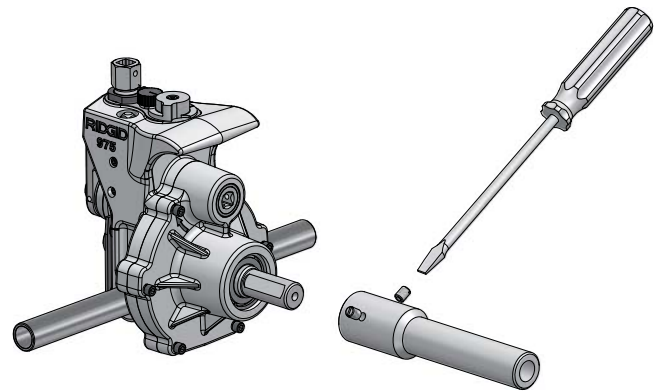

Figure 4 – Montage de l'adaptateur d'arbre d'entraînement
1. Montez l'adaptateur sur l'arbre d'entraînement de la rainureuse (Figure 4) en serrant à fond ses vis de blocage sur les plats de l'arbre de la rainureuse.